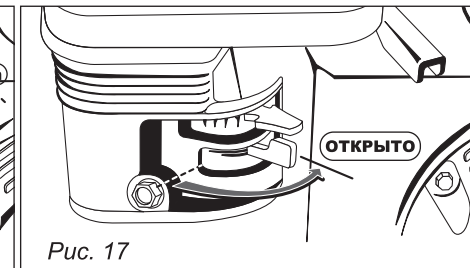

Рис. 17
2. Откройте топливный кран (рис. 17).